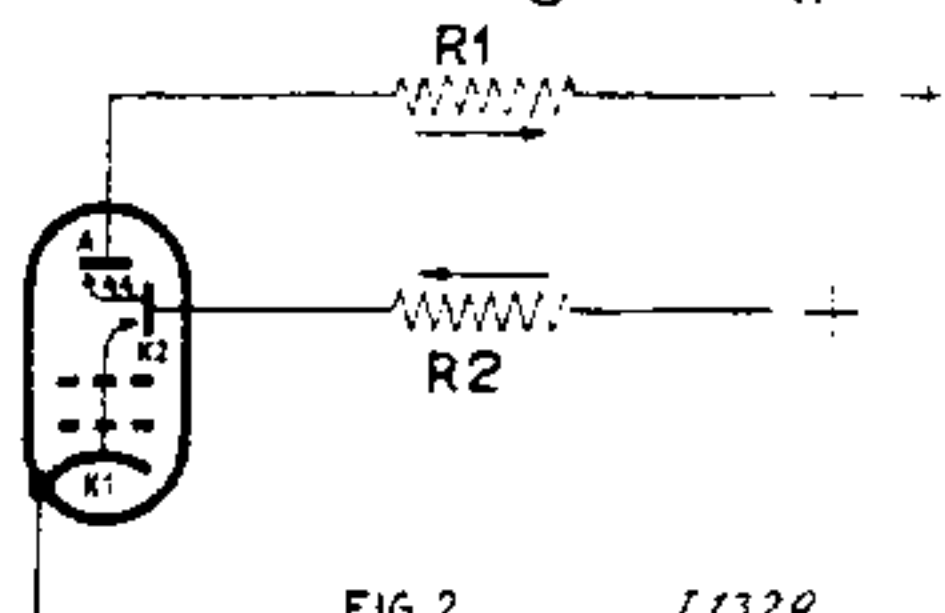

FIG.2 11329.
Tengevolge van het elektronenbombardement op de secundaire kathode (K2), worden hieruit elektronen vrijgemaakt, die op de anode (A) terechtkomen. De hoeveelheid elektronen die op A terechtkomt is groter dan die K1 verlaat. Fig.2 toont aan, dat de stroomen in R1 en R2 tegengesteld gericht zijn. De EE1 zorgt dus voor phasedraaiing, zodat het mogelijk is tussen deze buis en de in balans geschakelde eindtrap weerstandkoppeling toe te passen. Tevens maakt de zeer groote steilheid van de EE1, microfoon-voorversterking overbodig.